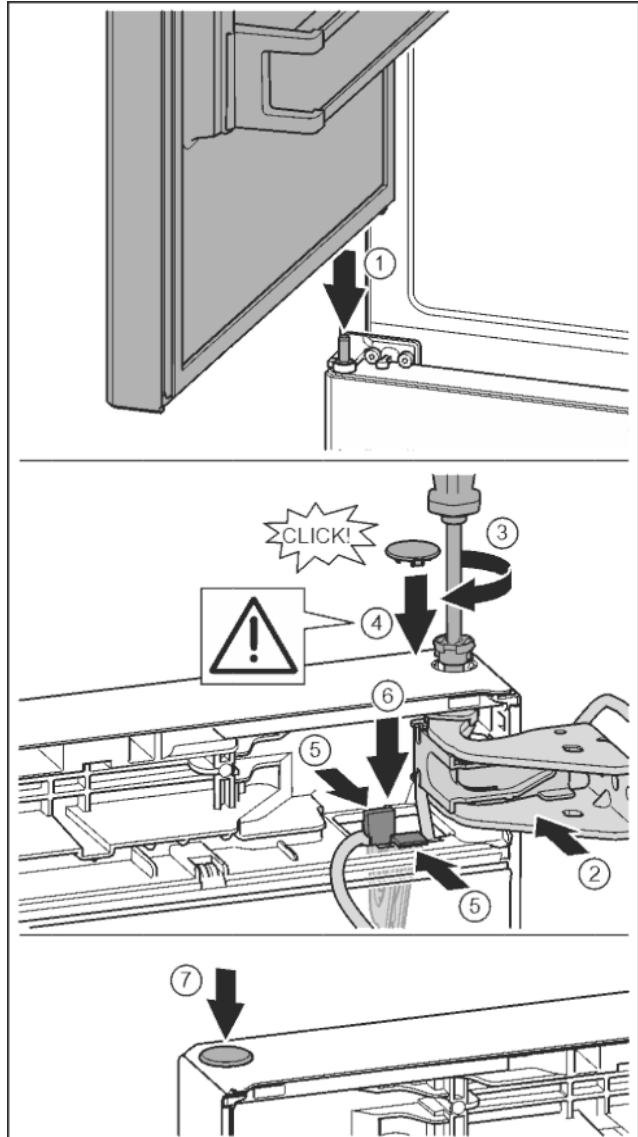

Fig. 37
- ▶ Horní dveře usad'te na prostředním ložiskovém čepu. Fig. 37 (1)
- ▶ Dveře nahoře vyrovnejte s otvorem ve stojanu ložiska. Fig. 37 (2)
- ▶ Vložte čep a pevně jej utáhněte šroubovákem T15. Fig. 37 (3)
- ▶ K zajištění dveří namontujte bezpečnostní kryt: Bezpečnostní kryt nasad'te a zkontrolujte, zda přiléhá na dveře. V opačném případě čep zcela zasuňte. Fig. 37 (4)
- ▶ Držák s upevněným kabelem vložte do otvoru. Přitom musí lamela s delším otvorem ukazovat dopředu. Fig. 37 (5)
- ▶ Tlačte držák dolů, až lamela zapadne. Fig. 37 (6)
- ▶ Vložte zátku. Fig. 37 (7)